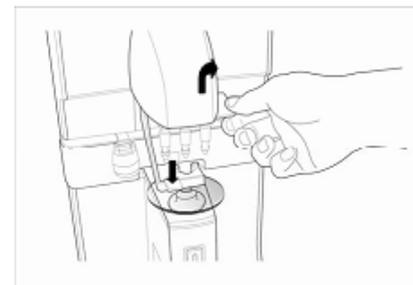

Figura 23 – Como marcar o foco e o eixo
- Passo 2** Gire o carimbo de 3 pinos para marcar o centro ótico e a direção de eixo (como a figura 23)
- Passo 3** Gire o carimbo de 3 pinos para marcar o centro ótico e a direção de eixo (como a figura 23)